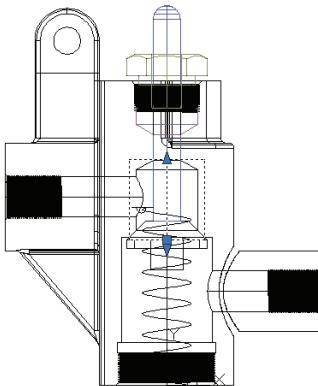

图 11-172 创建圆柱体（一）
7) 设置视图方向：选择菜单栏中的“视图”→“三维视图”→“前视”命令，将当前视图方向设置为前视图方向。创建圆柱体如图 11-172 所示。